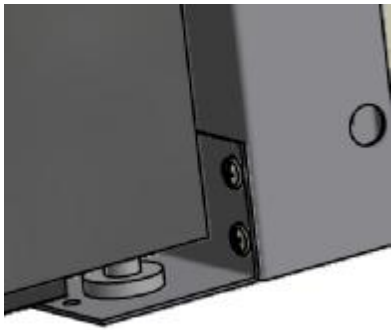
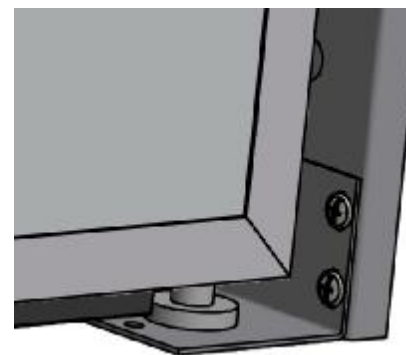
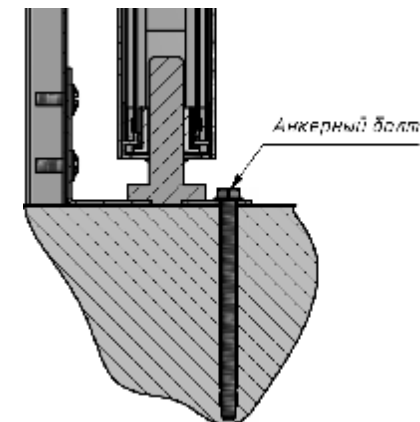

Рисунок 20
Рисунок 11
Рисунок 12
- 7.4 Разметить и просверлить в нижней части существующего дверного проема отверстие для анкерного болта фиксирующего нижнюю опору петли, выдерживая соосность пазов и крепежных отверстий (рис.12).
- 7.8 Закрепить нижнюю опору петли при помощи крепежных винтов (рис.20) и анкерного болта (рис.12).
- 5.3 Разметить и просверлить в нижней части существующего дверного проема отверстие для анкерного болта фиксирующего нижнюю опору петли, выдерживая соосность пазов и крепежных отверстий (рис.12).
- 5.7 Закрепить нижнюю опору петли при помощи крепежных винтов (рис.11) и анкерного болта (рис.12).
- 6.5 Разметить и просверлить в нижней части существующего дверного проема отверстие для анкерного болта фиксирующего нижнюю опору петли, выдерживая соосность пазов и крепежных отверстий (рис.12).
- 6.9 Закрепить нижнюю опору петли при помощи крепежных винтов (рис.20) и анкерного болта (рис.12).